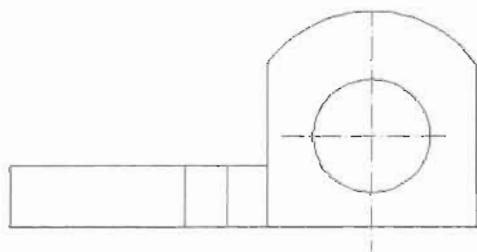

图 10-153
(13) 单击“修改”工具栏中的“偏移”按钮, 把上一步绘制的垂直线向右复制一份, 偏移距离为 11mm, 如图 10-153 所示, 命令执行过程如下。